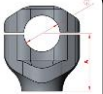

Fig. 1
3. **AVERTISSEMENT:** assemblez les colliers de guidon LSL selon les informations du schéma ci-dessous (Fig. 1). Les points de la pince inférieure doivent pointer vers l'avant dans le sens de la marche (Fig. 1), toutes les autres pièces préalablement démontées conformément aux instructions du constructeur du véhicule.